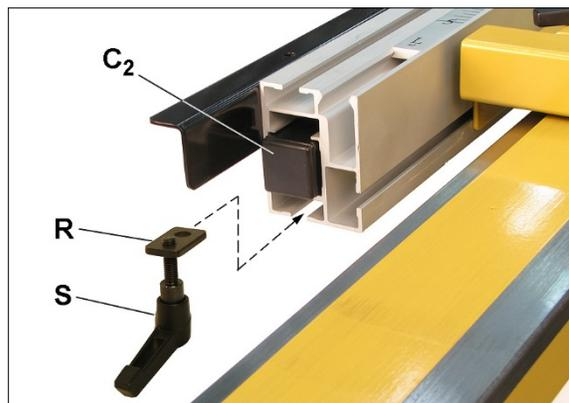

Рисунок 7-22
5. Вставьте T-образную гайку с фиксирующей рукояткой (R/S, рисунок 7-22) в нижний паз направляющей настройки угла. Затяните фиксирующую рукоятку, чтобы зафиксировать толкатель стола (C2).